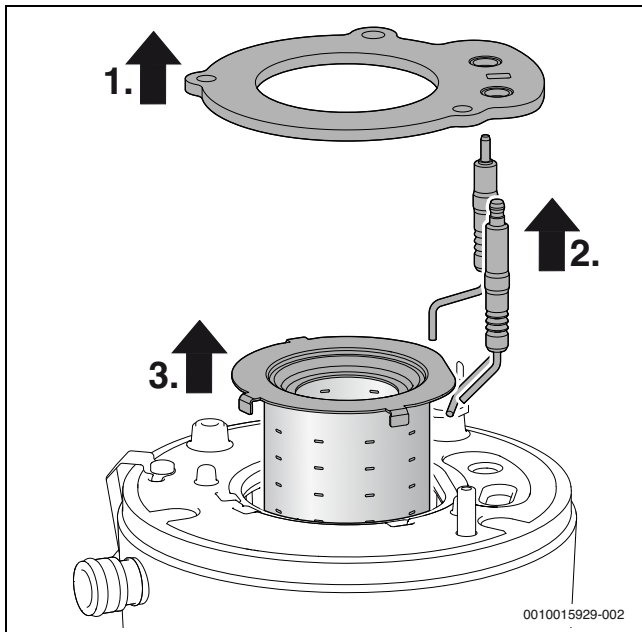

Bild 53 Brenner herausnehmen
- ▶ Bei jedem Öffnen des Brenners die Brennerdichtung (→ Bild 53, Pos. [1]) und alle weiteren durch die Maßnahme betroffenen Dichtungen ersetzen. (Maximale Lebensdauer der Brennerdichtung: 7,5 Jahre)